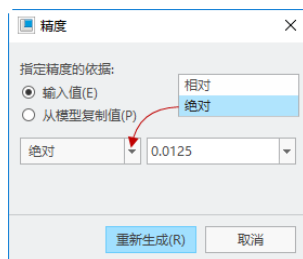
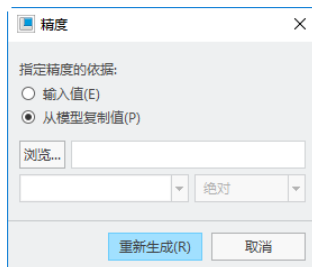

图 4-6 “精度”对话框 (1)
图 4-7 “精度”对话框 (2)
(1) 在一个新建或打开的钣金件文件中，选择“文件”→“准备”→“模型属性”命令，打开“模型属性”对话框。
(2) 在“材料”选项组的“精度”行中选择“更改”选项命令，系统弹出图 4-6 所示的“精度”对话框。
(3) 从“指定精度的依据”选项组中选择“输入值”单选按钮或“从模型复制值”单选按钮。
- 当选择“从模型复制值”单选按钮时，如图 4-7 所示，单击“浏览”按钮，并利用弹出的“打开”对话框选择要在其中设置默认值的零件。